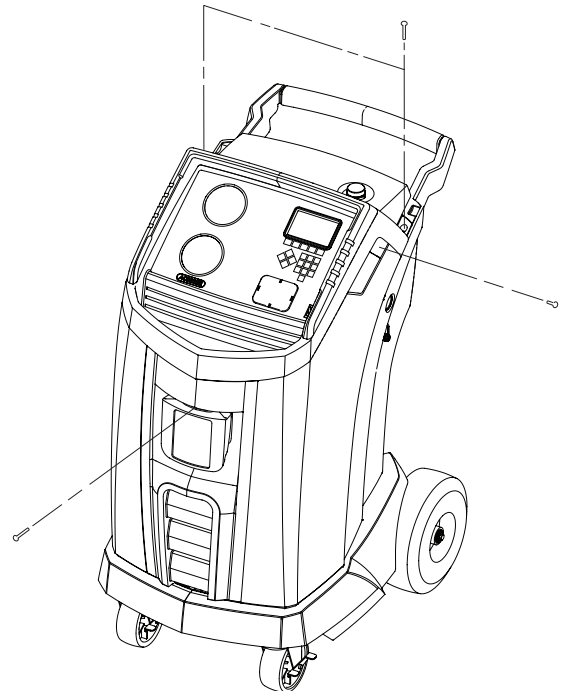

Figura 8
Apague la máquina. Retire la botella de aceite. Retire los cuatro tornillos que sujetan la cubierta. Consulte Figura 8.
Instale el nuevo filtro enroscándolo hacia la derecha. Verifique que el filtro esté colocado correctamente, como se muestra en la Figura 8. Apriete el filtro a 20 Nm.
2. Retire los cuatro tornillos que sujetan la cubierta. Consulte la Figura 8.